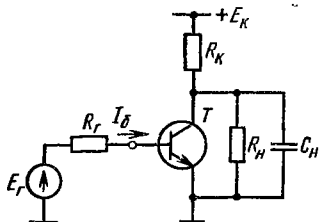

Рис. 8.2
8.4. Определить длительности фронта, среза и рассасывания при переключении транзисторного ключа, нагруженного на RC-цепь (рис. 8.2), прямоугольным импульсом напряжения, изменяющимся от значения $E_{r2} = -2$ В до $E_{r1} = 1$ В. Внутреннее сопротивление генератора входного сигнала $R_r = 1$ кОм. Исходные данные для расчета: $E_{\text{к}} = 10$ В, $R_{\text{н}} = R_{\text{к}} = 1$ кОм, $C_{\text{н}} = 100$ пФ, тип транзистора МП41.
8.12. Какая мощность расходуется в транзисторном ключе (см. рис. 8.2): а) в открытом; б) в закрытом состояниях? Параметры ключа: $E_k = 5$ В, $R_k = 1,2$ кОм, $U_{кн} = 0,2$ В, $I_{к60} = 10$ мкА.